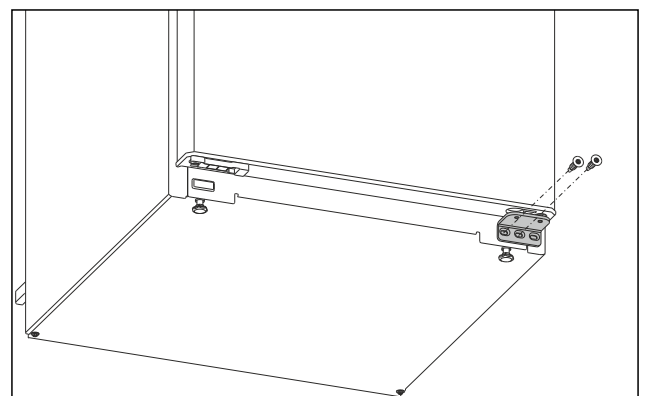

Fig. 6
- Am unteren Lagerbock die mittlere Schraube mit Schraubendreher Torx 20 herausdrehen. Fig. 6 ()
- Am unteren Lagerbock die innere Schraube mit Schraubendreher Torx 20 herausdrehen. Fig. 6 ()